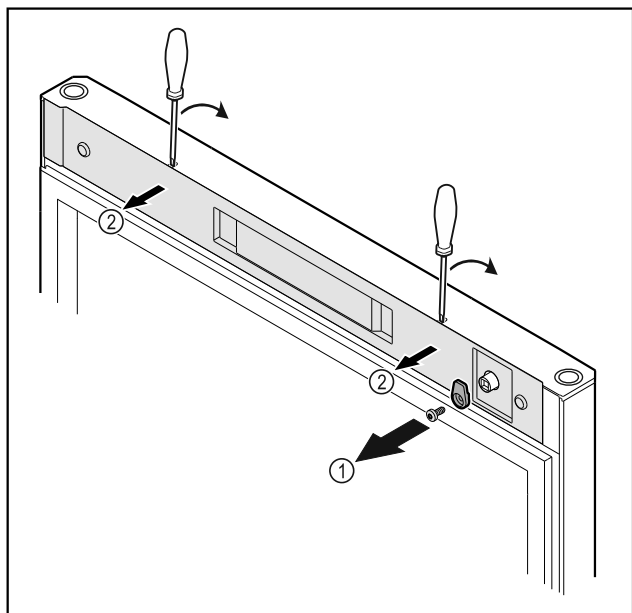

Fig. 11
- ▶ Odvijte zapiralni zatič Fig. 11 (1).
- ▶ Z majhnim izvijačem sprostite pokrov Fig. 11 (2) in ga odstranite.